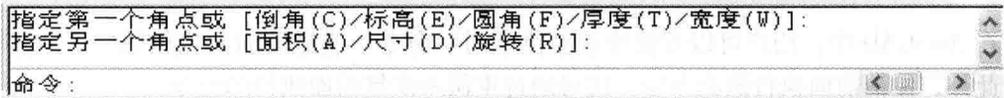

图 1-5 命令行
(7) 命令窗口和文本窗口。命令行与文本窗口位于绘图窗口的底部，用于接受用户输入的命令和显示 AutoCAD 2008 命令提示及有关信息，如图 1-5 所示。可以通过拖放来调整命令行的大小。